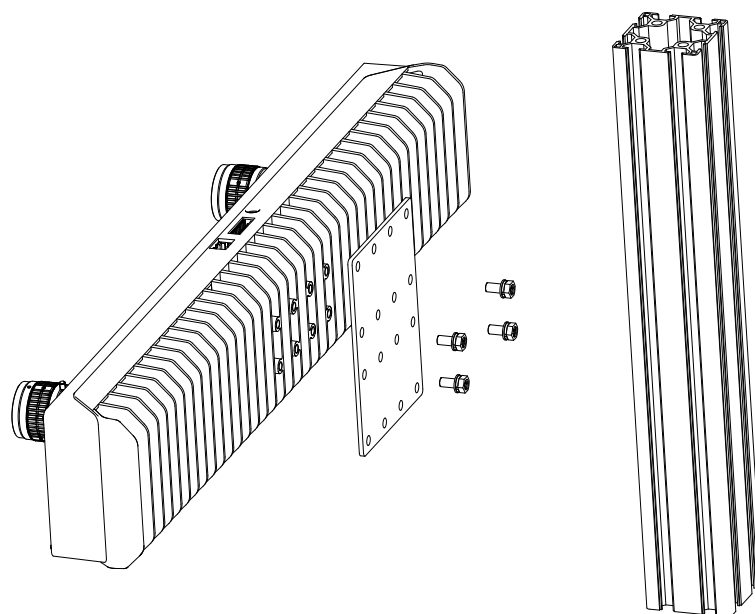

图2-1 设备安装
2. 将设备用 M6 规格的螺丝安装到固定支架上，再通过固定支架安装到其他机构件上如图 2-1 所示。可根据实际需求选择对应的安装方式。